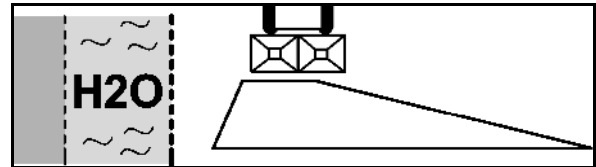

Fig. 71
2. Grabenstreuen nach Düngeverordnung (Fig. 71):